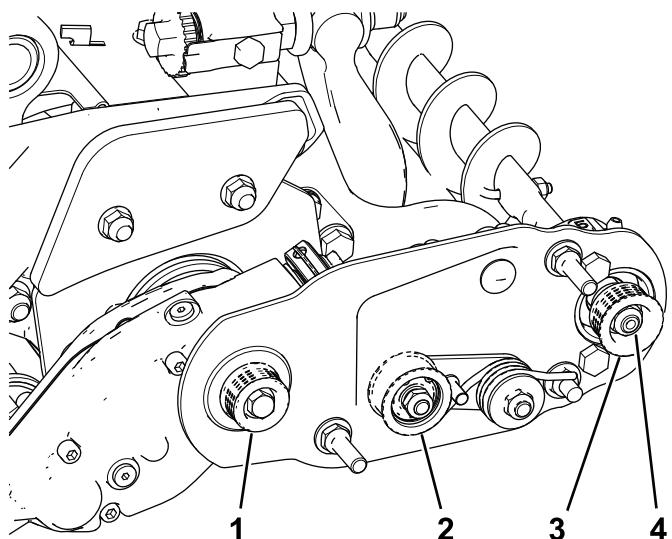
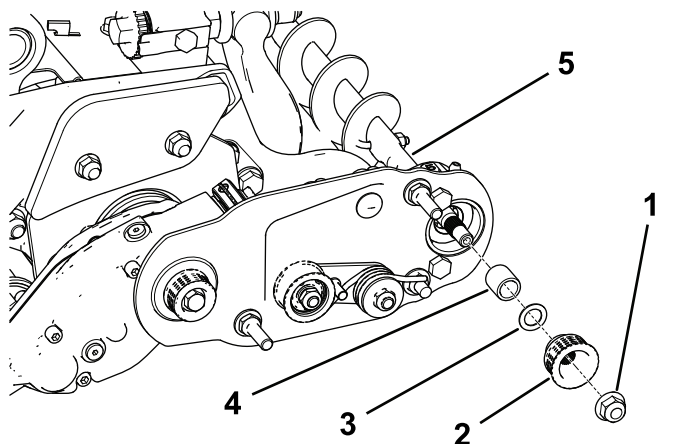

Figura 22
Figura 23
1. A polia acionada (no eixo da escova do rolo) pode-se movimentar para dentro ou para fora (Figura 22).
2. Rodando o cilindro, que por sua vez roda a polia da transmissão, levante a correia da polia da transmissão (Figura 22).
3. Retire a porca de retenção que fixa a polia acionada ao veio da escova (Figura 22 ou Figura 23).
4. Retire a polia acionada do veio (Figura 23).
5. Se a polia necessitar de sair mais, adicione uma anilha de 0,8 mm de espessura (Figura 23).
6. Instale a polia como se mostra na Figura 23.